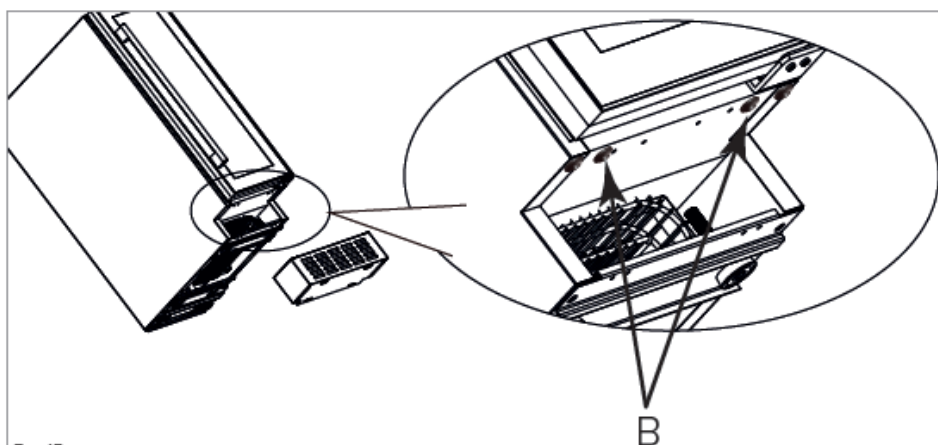

Fig. 15
5. Si están presentes, retire los tornillos indicados con flechas y marcados con 'B' en la Fig. 15. Estos tornillos no son necesarios.